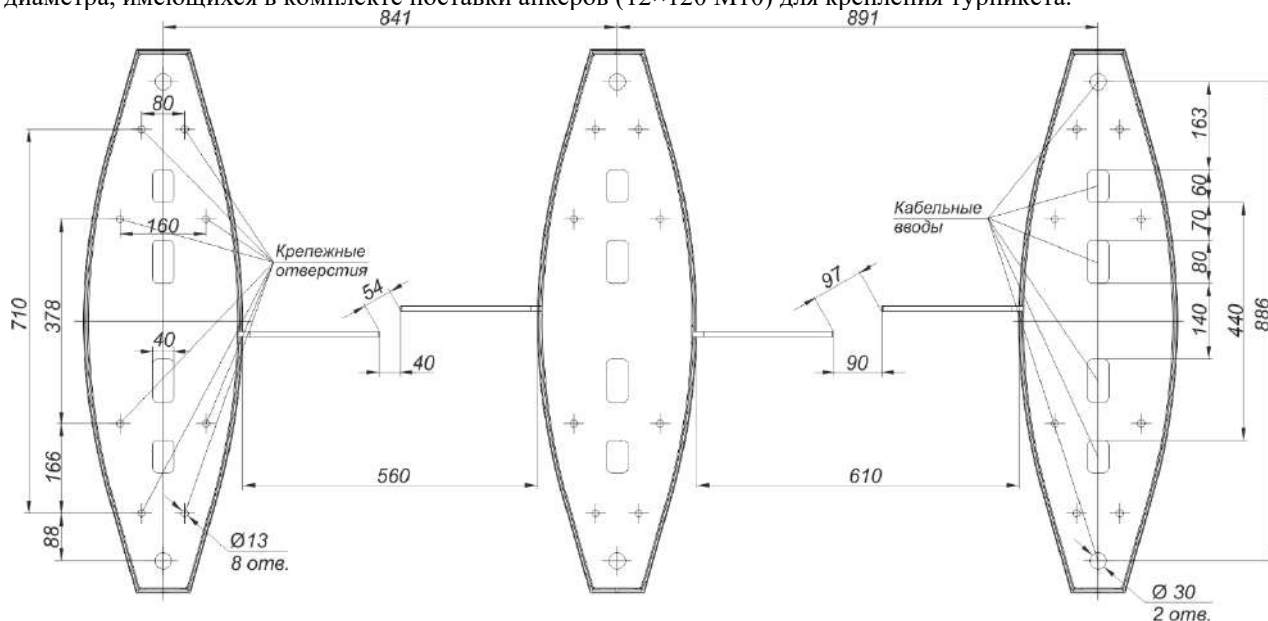

Рис. 16– Установочные размеры турникета типа «SpeedBlade-BM» для ширины прохода 550 мм или 600 мм
4. – совместить крепежные отверстия в нижней пластине турникета с подготовленными отверстиями в поверхности согласно разметки рис.16;